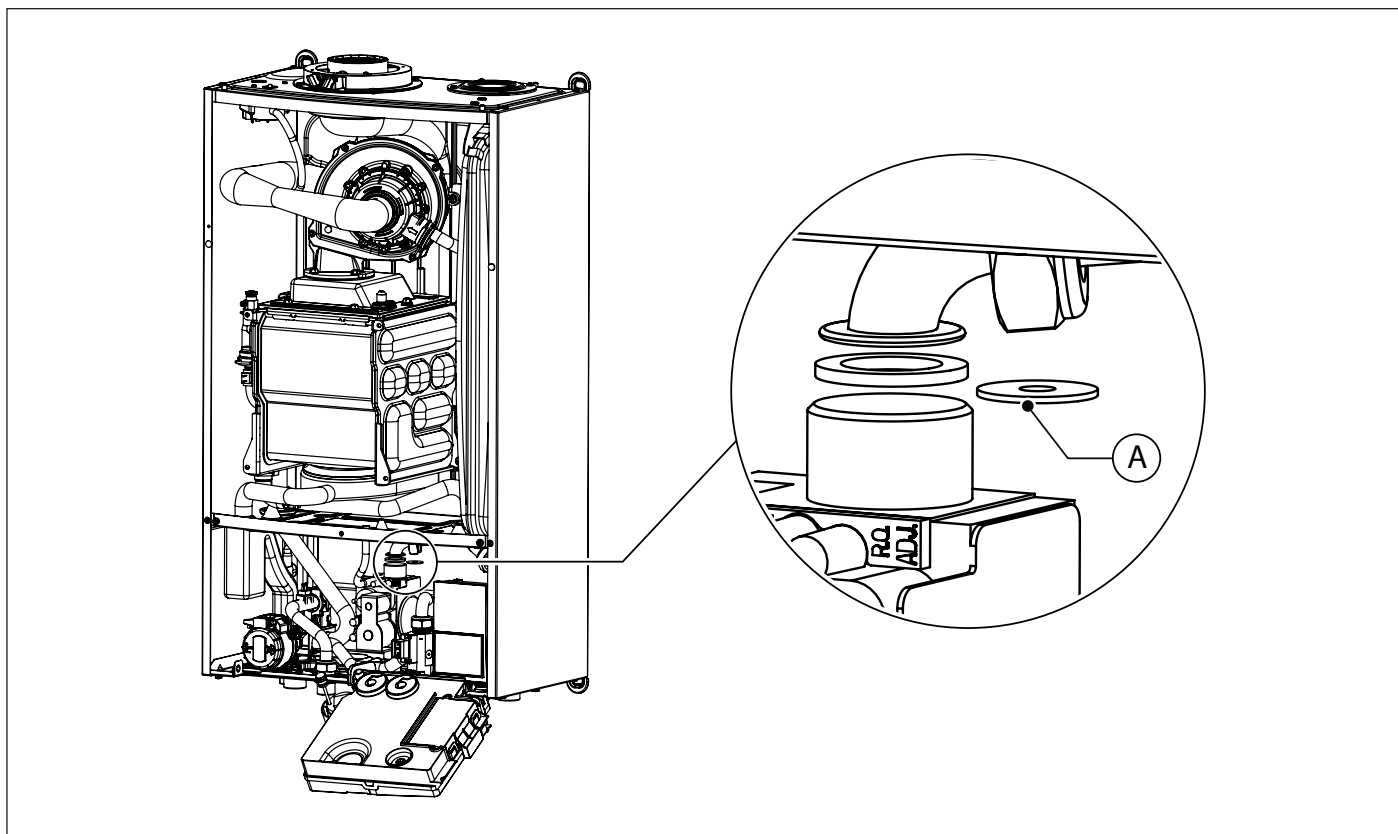

Fig. 22 Sostituzione diaframma gas
- Scollegare il tubo gas dalla valvola gas (vedi Fig. 22 Sostituzione diaframma gas).
- Sostituire il diaframma gas (A) con quello del nuovo tipo di gas (vedi Fig. 22 Sostituzione diaframma gas).